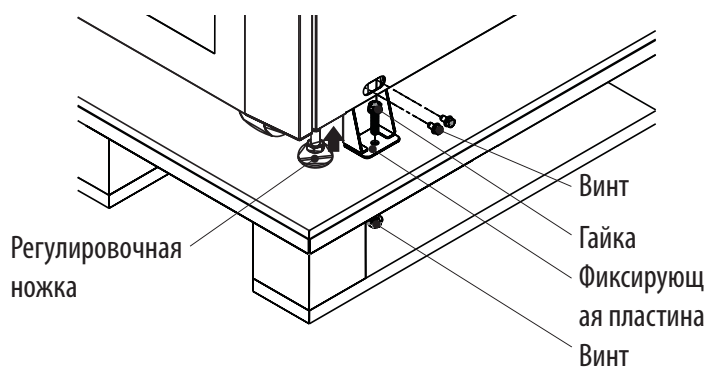

Рис. 4.4
3. Снимите четыре фиксирующие пластины (рис. 4.4) и выверните регулировочные опоры путем их вращения против часовой стрелки, подняв их выше уровня роликов. Теперь корпус ИБП можно скатить с поддона вниз по наклонной направляющей. Для перемещения ИБП к месту установки необходимо не менее трех человек, два из которых должны поддерживать ИБП по бокам, а третий — направлять его к месту окончательного размещения.